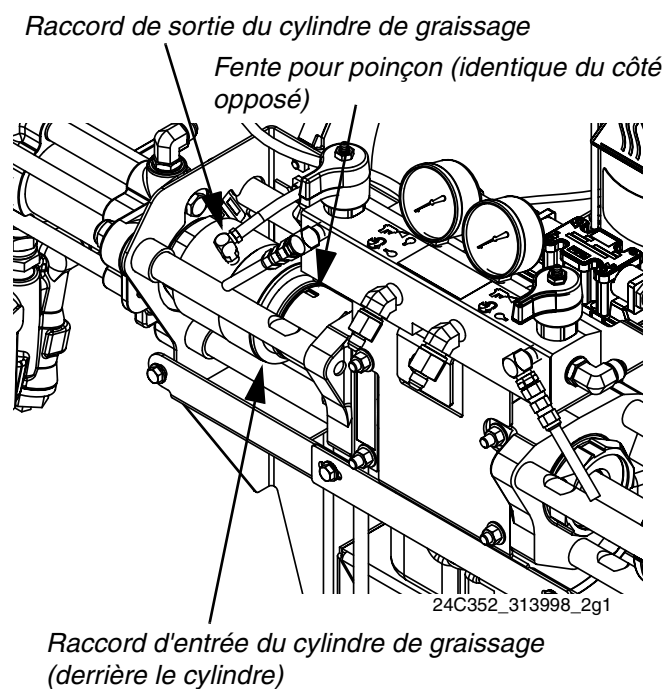

FIG. 1 : Cylindre de graissage
- Dévissez le plus petit cylindre du pilote hydraulique et faites glisser dans le plus gros cylindre. Utilisez les fentes pour poinçon dans le cylindre de graissage pour aider à la rotation si cela est nécessaire. Consultez la FIG. 1.